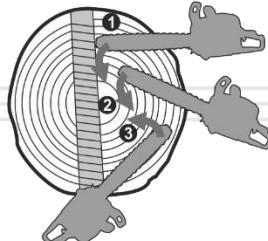

Рисунок 18. Розпилювання колоди із використанням зубчастого упору бензопили
2. Розпіляєте колоду, занурюючи пилку в деревину методом обертання, використовуючи упор як додатковий важіль (див. рис.18).